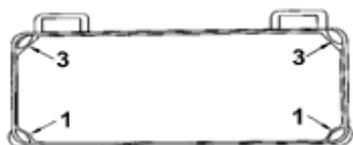

Fig. 1
2) Dois apoios de borracha **1** que suportam o lado **A** do cabeçote, estão fixados com pregos **2**, e os outros dois apoios de borracha **3** estão no lado da dobradiça **B**, e são fixados por um adesivo. Em seguida, o reservatório de óleo **4** é colocado (Fig. 1 e 2).